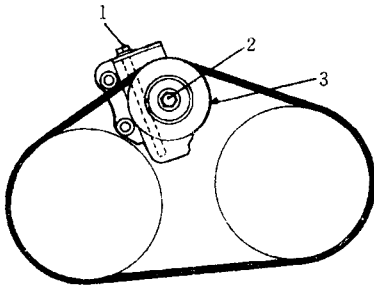

图 35 空调压缩机传动带——钻石车 3.0L (6G72) 单顶置凸轮轴发动机
①安装动力转向或发电机传动带，然后安装空调压缩机传动带 (图 35)。